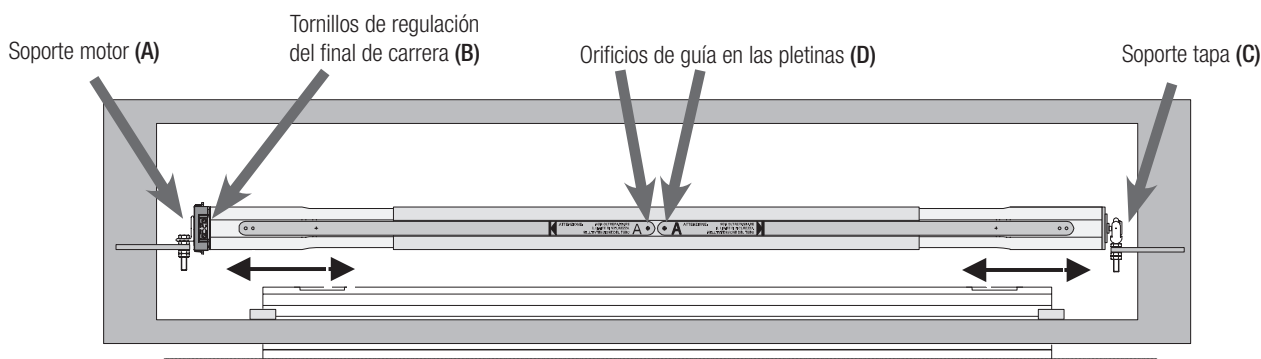

Fig. 16
1. Introduzca la culata del motor en el empalme rápido presente en el soporte motor (Fig. 16 ref. **A**). El motor debe estar orientado de modo tal que se pueda acceder a los tornillos de regulación de los finales de carrera (Fig. 16 ref. **B**).
2. Deslice los componentes telescópicos del rodillo eléctrico hasta que la tapa quede introducida en el cojinete presente en su soporte (Fig. 16 ref. **C**).
3. Compruebe que el rodillo esté colocado de modo perfectamente horizontal, si fuera necesario modifique la altura de los soportes (Fig. 16 ref. **A-C**) por medio del sistema tuerca-contratuerca.
5. En coincidencia con los orificios de guía situados en las pletinas (Fig. 16 ref. **D**), taladre con una broca para hierro de $\varnothing 5$ mm.
6. En los orificios (Fig. 16 ref. **D**) atornille los tornillos autorroscantes suministrados en dotación (Fig. 1 Ref. **13**) fijando sólidamente entre sí los componentes del rodillo.
2. Afloje el tornillo que sujeta la pletina (Fig. 16 ref. D)